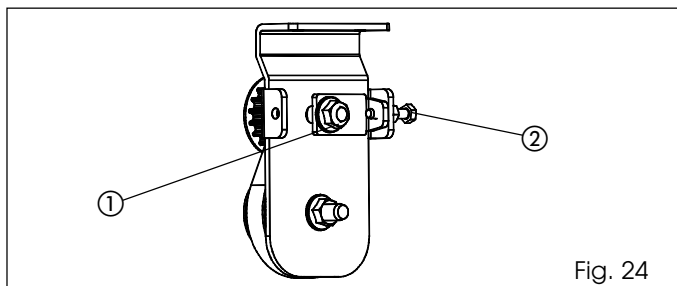

Fig. 24
- Afloje la tuerca (fig. 24 ref. ①).
- Atornille el perno de la fig. 24 ref. ② para tensar la correa o destornille dicho perno para aflojarla.
- Una vez regulado el tensado de la correa, apriete la tuerca (fig. 24 ref. ①).